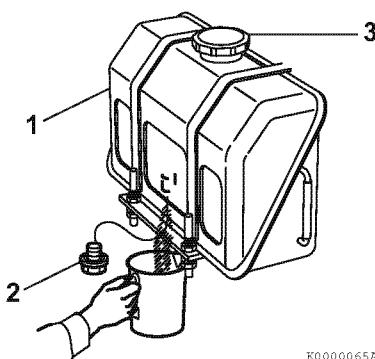

Рисунок 10
1. Поместите под топливным баком (1, Рисунок 10) разрешенную емкость для сбора загрязнителей.
2. Снимите крышку (3, Рисунок 10) с топливного бака.
3. Извлеките из дна бака сливную пробку (2, Рисунок 10), чтобы слить загрязнители (воду, грязь и т.п.).